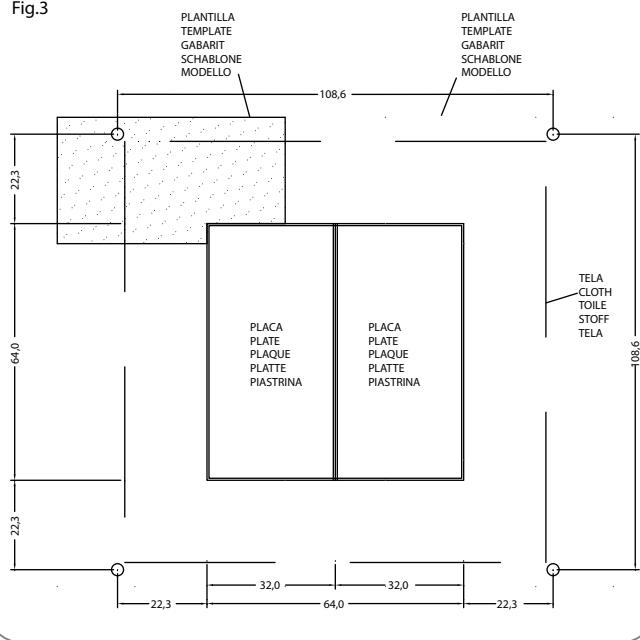

Fig.3
3. Colocar los conos C mediante tacos y tirafondos, como indica la fig 2 y RESPETANDO las medidas que indica la fig 3. NOTA: Utilizar la plantilla para el cálculo de las distancias de los conos, teniendo cuidado de hacer bien tope en el borde de la placa fig. 3. Estas medidas son MUY IMPORTANTES para que la tela quede correctamente colocada.